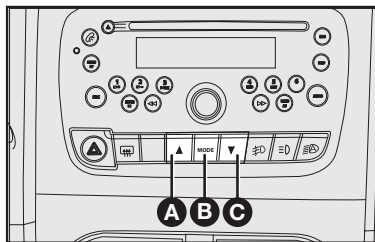

fig. 51
**A-fig. 51** - Botão de seleção “para cima” ▲
**B-fig. 51** - MODE
**C-fig. 51** - Botão de seleção “para baixo” ▼